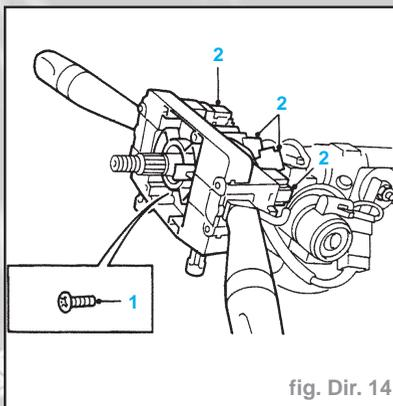

fig. Dir. 14
- Déposer les 2 écrous de fixation (2) de la patte de maintien du support inférieur, déposer le support.
- Desserrer sans la déposer la vis de fixation (1) de l'ensemble commutateurs de colonne de direction, retirer l'ensemble pour accéder aux prises multiples (Fig. Dir. 14).
- Débrancher les prises multiples (2) de commutateurs de colonne de direction, déposer l'ensemble commutateurs de colonne.